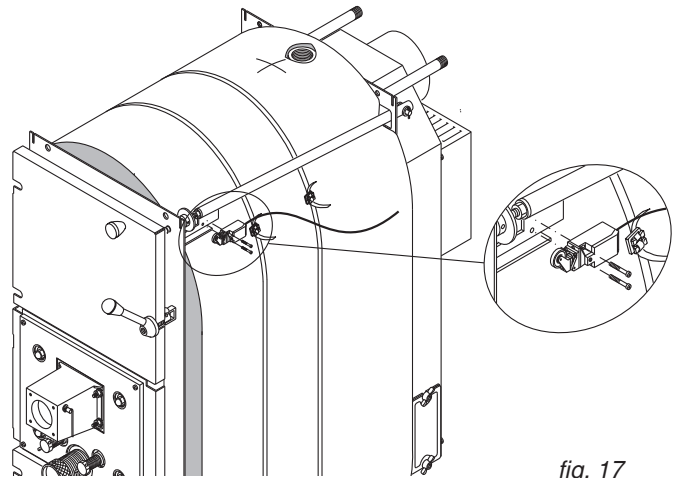

fig. 17
- Den Türkontaktschalter, **fig.17** Kessel-frontseitig oben rechts an den Halter am Kesselkörper mit zwei Schrauben, Scheiben und Muttern anschrauben.